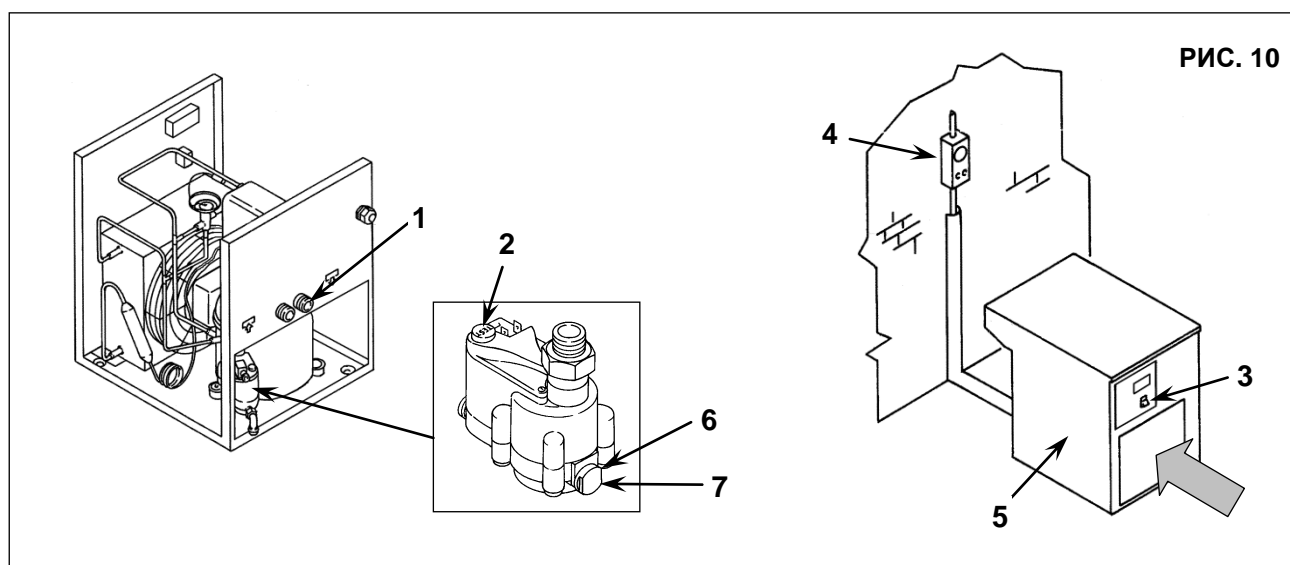

РИС. 10
### 15.2 ОЧИСТКА ФИЛЬТРА УСТРОЙСТВА АВТОМАТИЧЕСКОГО СЛИВА КОНДЕНСАТА (Рис. 10)
- Закройте кран, поз. 1, рис. 10
- Сбросьте давление в осушителе, нажав кнопку слива конденсата "TEST", расположенную на пароотделителе, поз. 2, рис. 10.
- Выключите устройство, нажав кнопку "STOP", поз. 3, рис. 10
- Включите автоматический дифференциальный переключатель питания, поз. 4, рис. 10
### 15.3 ОЧИСТКА КОНДЕНСАТОРА (Рис. 10)
- Снимите панели, поз. 5, рис. 10
- Очистите ребра конденсатора, поз. 1, сжатым воздухом (Рис. 10). **НЕ ИСПОЛЬЗУЙТЕ ВОДУ И РАСТВОРИТЕЛИ**
- Установите панели, поз. 5, рис. 10
### ПОРЯДОК ДЕЙСТВИЙ ПРИ СБРОСЕ ДАВЛЕНИЯ (Рис. 10)
- Закройте краны, поз. 1, рис. 10
- Сбросьте давление в осушителе, нажав кнопку слива конденсата “TEST”, расположенную на пароотделителе, поз. 1, рис. 10
- Выключите устройство, нажав кнопку “STOP”, поз. 3, рис. 10